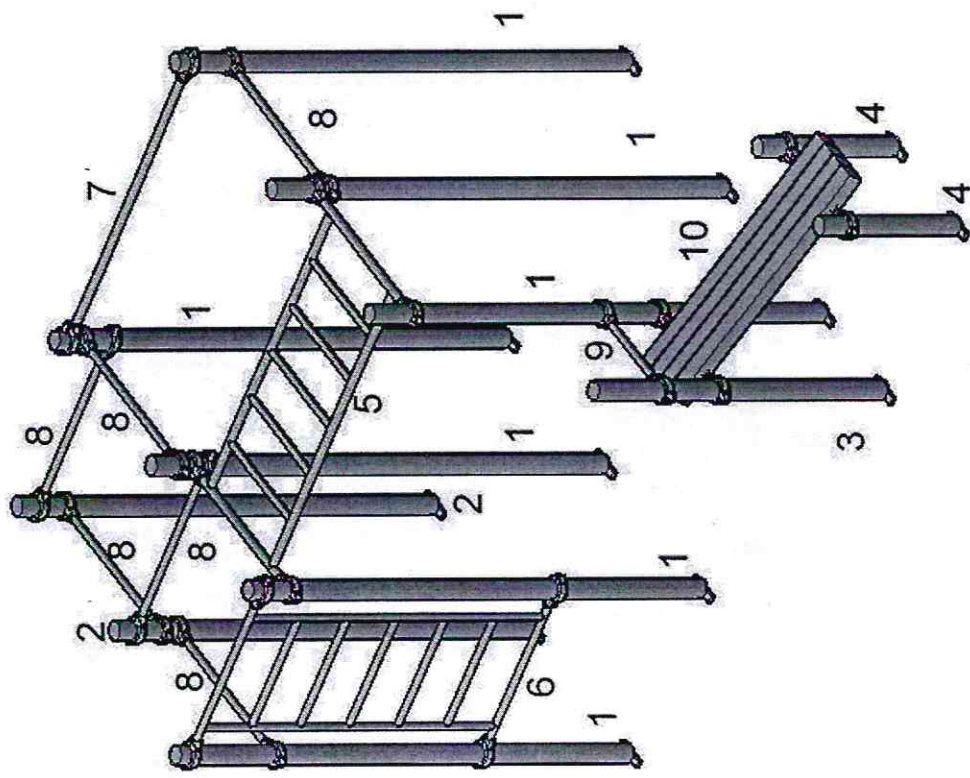
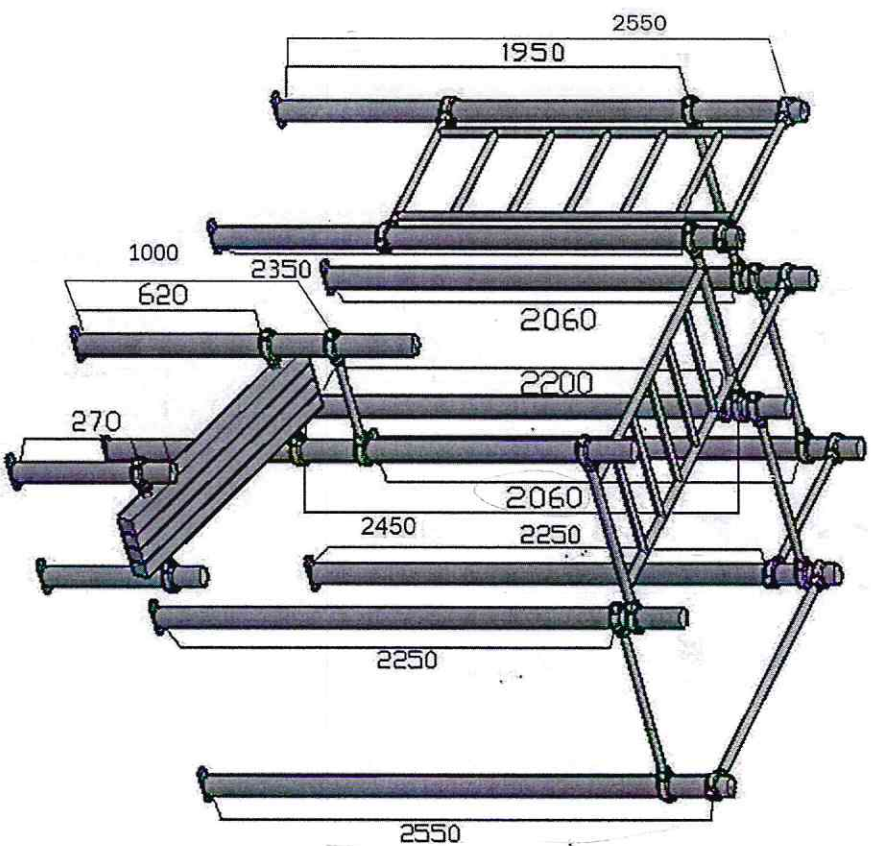

Рис.3 Схема сборки
Рис.4 Схема высоты крепления
1. Присоедините к стойкам 1-4 лаз лестницу 6, рукоход 5, переключатели 7, 8, 9, скамью для пресса 10 согласно рис. 3 и 4, с помощью хомутов (28 шт.), винтов с внутренним шестигранником M10x55, M10x70 (по 28 шт.) и гаек M10 (56 шт.). **На рис.4 показаны расстояния от верха трубы до верха хомута.**